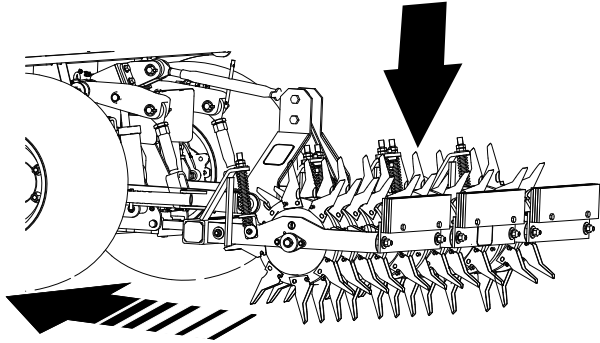

Figure 23
2. Avec la commande de l'attelage 3 points ou la commande hydraulique à distance du groupe de déplacement, abaissez lentement l'aérateur tout en faisant avancer le groupe de déplacement à petite vitesse (**Figure 23**).